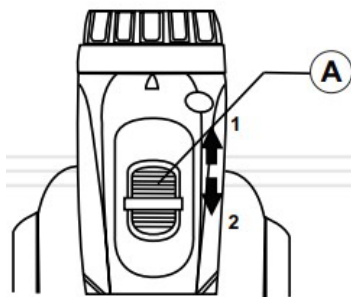

Рисунок 4. Схема перемикачів діапазонів швидкостей.
(А, рис. 4) до упору в положення 1 – низька швидкість: 0...400 об/хв, або до упору в положення 2 – висока швидкість: 0...1400 об/хв.
5. Повзунок механічного перемикача діапазонів швидкостей (А, рис. 4) перевести в положення швидкості обертання в межах 0...400 об/хв.